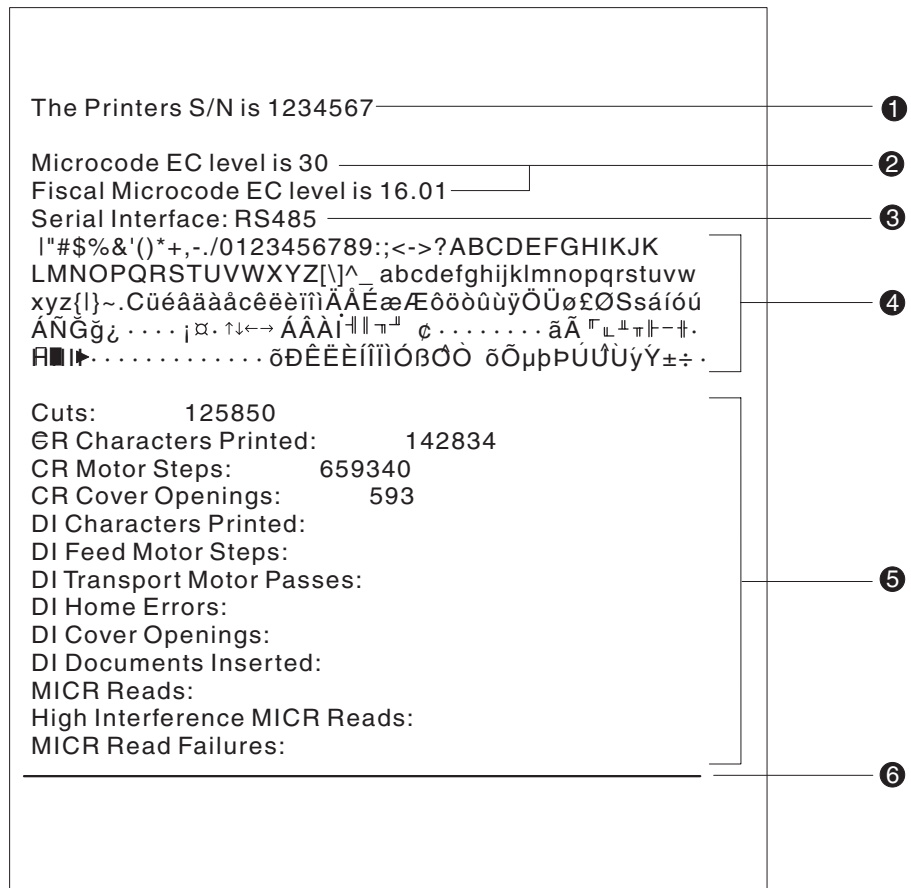

Figura 29. Patrón de prueba de impresora fuera de línea – Estación de recepción para el cliente
3. Utilizando Figura 29 en la página 51, verifique que la impresora ha impreso correctamente la información para su modelo y configuración:
Si los caracteres que aparecen en Figura 29 en la página 51 faltan en el patrón de prueba que imprime o si falta la línea recta, vaya a “Determinación de problemas” en la página 52.
4. Utilizando Figura 29 en la página 51, verifique que la impresora ha impreso correctamente la información para su modelo y configuración:
Si los caracteres que aparecen en Figura 29 en la página 51 faltan en el patrón de prueba que imprimió o si falta la línea recta, vaya a “Determinación de problemas” en la página 52.